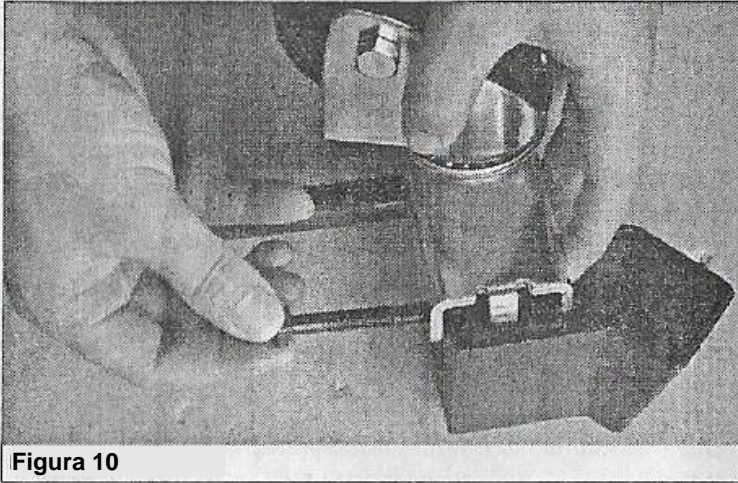

Figura 10
- La leva de placa debe estar debajo de la rueda para funcionar en forma correcta (véase la figura 10).